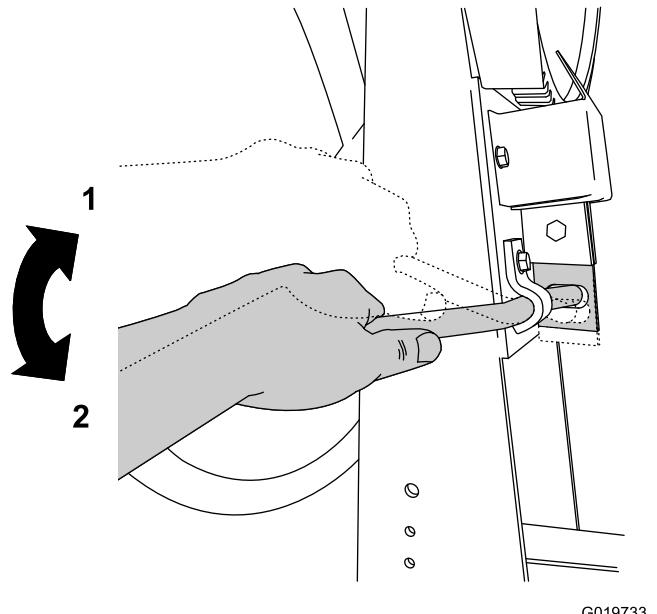

Figure 10
3. Verrouillez la cuve en position en poussant la poignée du frein de basculement vers le bas (Figure 10).